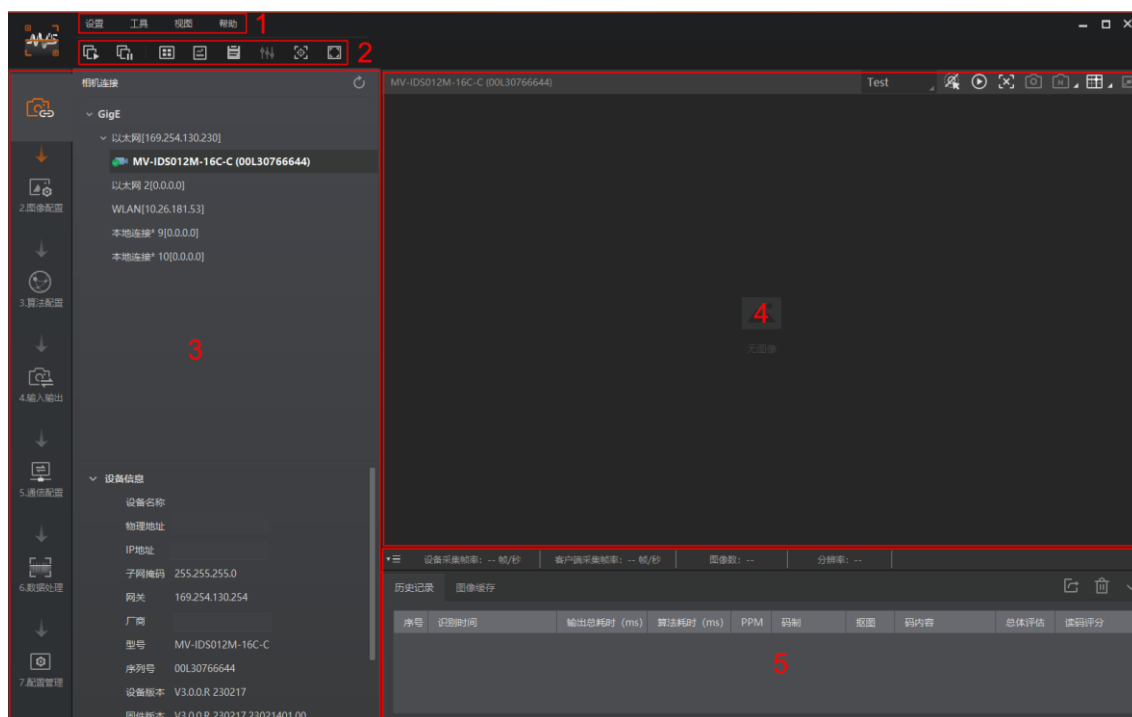

图3-5 IDMVS 主界面
2. 连接设备后客户端主界面如图 3-5 所示，各功能模块的介绍详见表 3-1。